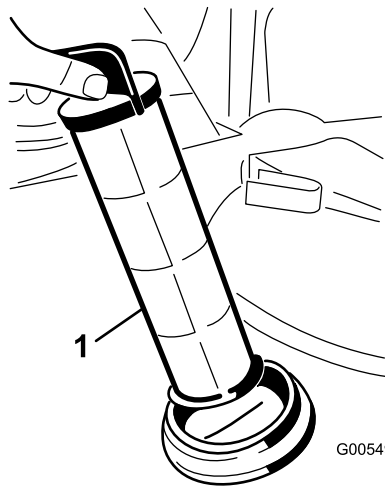

図 17
4. ストレーナハウジングタンク内部からストレーナを取り出す 図 17。